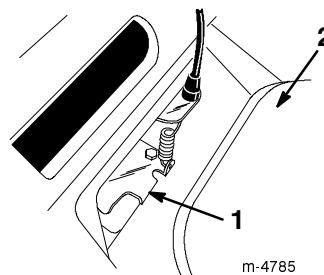

Bild 28
5. Ziehen Sie die Riemenführungsnase so weit nach unten, dass sie den Rasenmäher berührt. Halten Sie sie dann dort fest (Bild 28).